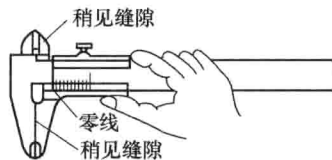

图 1-18 游标卡尺的检查
1) 检查游标卡尺。检查游标卡尺测量面是否清洁，如有必要则用软布将测量爪擦干；将两测量爪合拢时，检查游标和尺身的零线是否对齐，如图 1-18 所示。如果对齐就可以进行测量，如没有对齐则要记取零误差，游标的零线在尺身零线右侧的叫正零误差，在尺身零线左侧的叫负零误差（此方法规定与数轴的规定一致，原点以右为正，原点以左为负）。